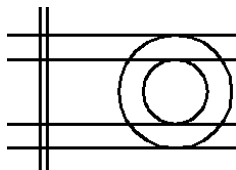

图 8-49 绘制垂直构造线
- 04 重复【构造线】命令，在侧视图的左侧绘制一条垂直的构造线，然后偏移复制 4 个绘图单位，如图 8-49 所示。